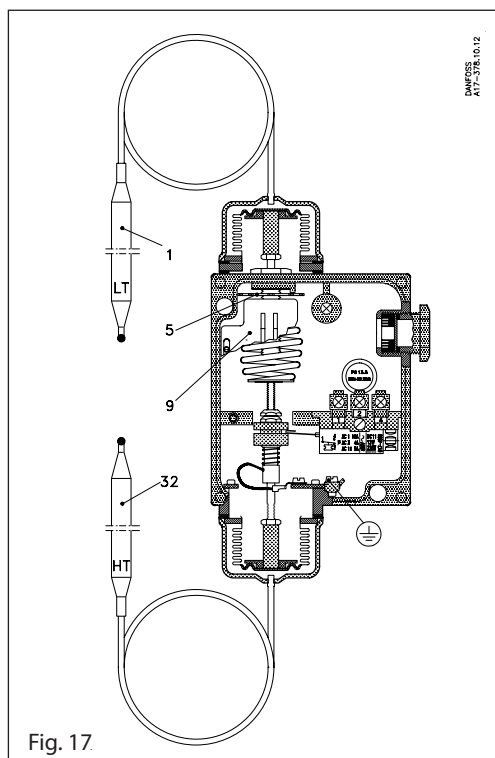

Fig. 17.
Le différentiel de température requis entre le bulbe LT (1) (température inférieure) et le bulbe HT (32) (température supérieure) est choisi à l'aide du disque (5) à la lecture simultanée de l'échelle (9). Fig. 17 section du RT 270.